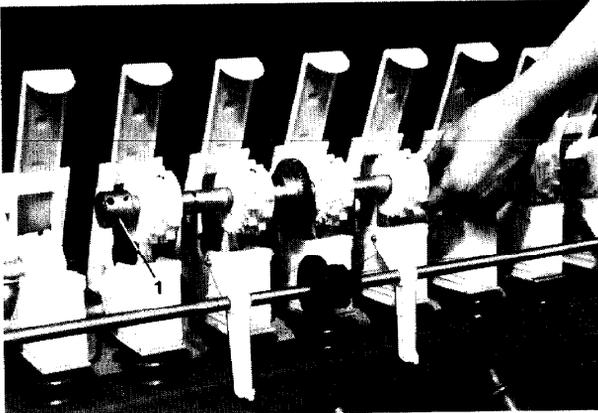

Fig. 115
- Desserrer les vis 6 pans et faire coulisser les douilles d'accouplement (fig. 115/1) sur l'arbre de distribution puis retirer en le soulevant par l'arrière l'arbre avec les roues distributrices et le remplacer.